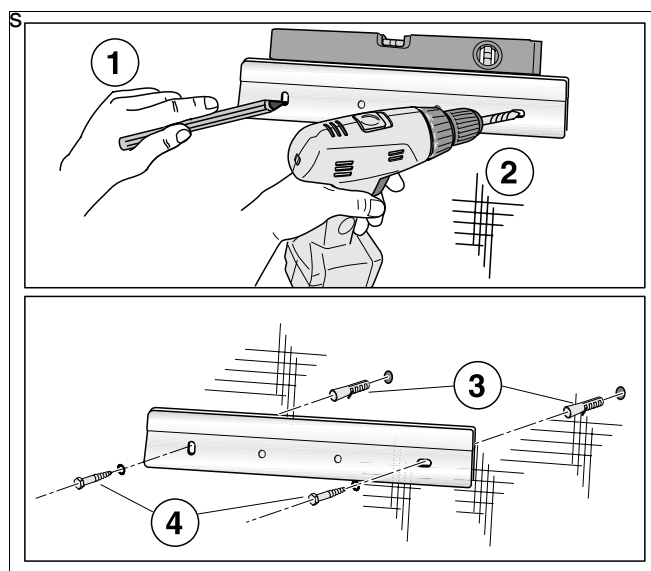

Fig. 7 Montering af vægholder
- Tegn de to borehuller ved hjælp af vægholderen (fig. 7, **trin 1**).
- Bor hullerne i væggen (fig. 7, **trin 2**).
- Sæt de medfølgende dyvler i borehullerne (fig. 7, **trin 3**).
- Montér vægholderen vandret med de 2 medfølgende skruer (fig. 7, **trin 4**).